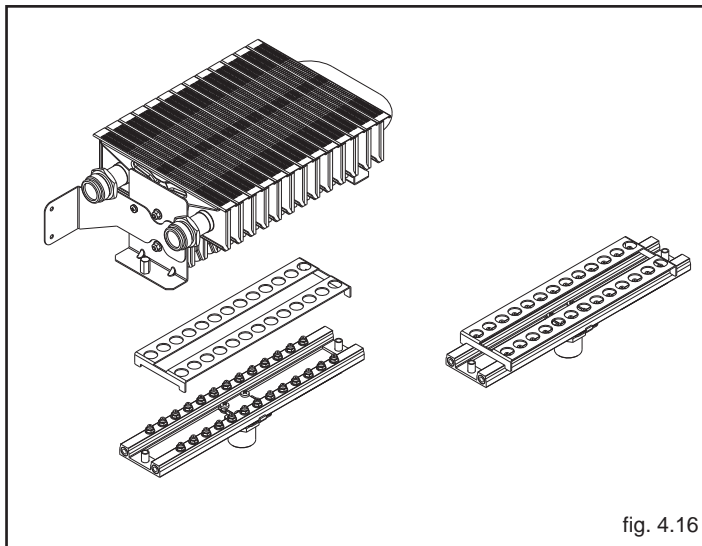

fig. 4.16
- utilizzando una chiave a tubo o a forchetta, rimuovere gli ugelli e le ranelle e sostituirli con quelli presenti nel kit (fig. 4.16)